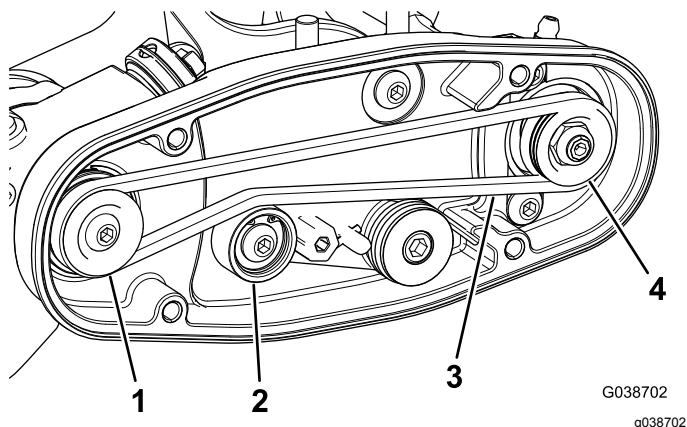

图26
A. 先缠绕驱动皮带轮周围的皮带然后再缠绕怠轮皮带轮顶部上方的皮带 图26。
B. 启动从动皮带轮上的皮带 图26。